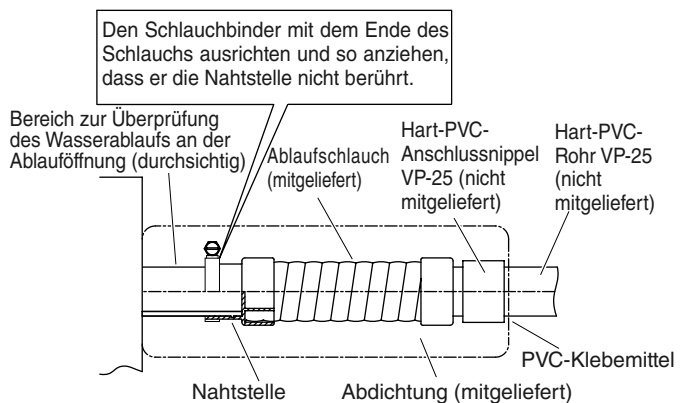

Abb. 3-141a
Das PVC-Rohr muss separat gekauft werden. Der transparente Ablaufteil an der Einheit gestattet die Kontrolle des Abflusses. (Abb. 3-141a)
- Die Schlauchbinder so festziehen, dass ihre Sicherungsmuttern nach oben weisen. (Abb. 3-141a)